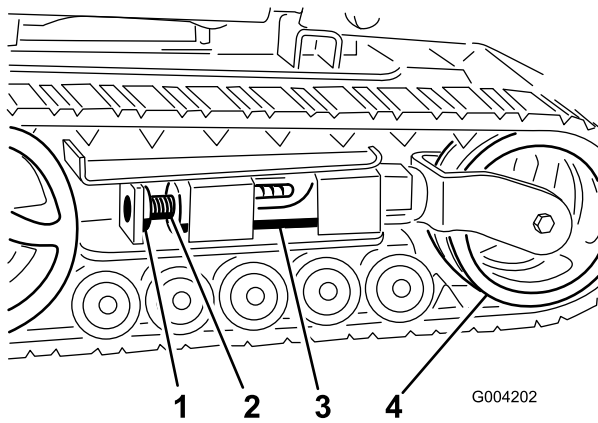
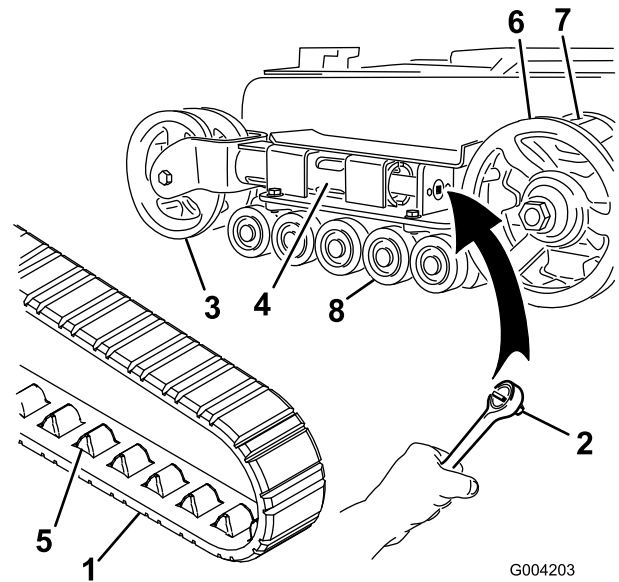
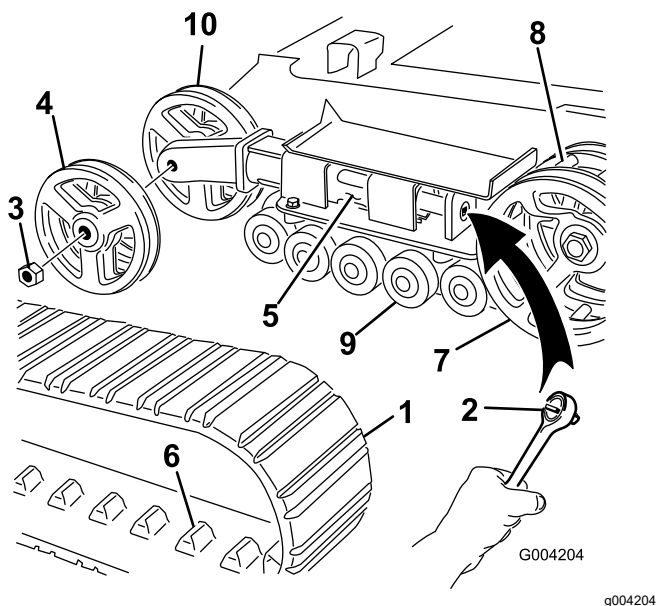

Figura 52
Figura 53
Figura 54
4. Retire el perno de bloqueo y la tuerca (Figura 52).
- Alinee la muesca más próxima del tornillo tensor con el taladro del perno de bloqueo, y fije el tornillo con el perno de bloqueo y la tuerca (Figura 52).
Nota: Usted tiene orugas estrechas si las ruedas tensoras delanteras están montadas dentro de una horquilla en el extremo del tubo tensor (Figura 53).
- Retire el perno de bloqueo y la tuerca (Figura 52).
- Usando una llave de carraca de $\frac{1}{2}$ ", alivie la tensión en la oruga girando el tornillo tensor en sentido horario (Figura 52 y Figura 53).
- Empuje la rueda tensora hacia la parte de atrás de la unidad de tracción para mover el tubo tensor contra el bastidor (Figura 53).
- Cuando haya retirado la oruga de la rueda tensora, retírela de la rueda motriz y de las ruedas de rodaje (Figura 53).
- Comenzando en el piñón de transmisión, enrosque la nueva oruga alrededor del piñón, y asegúrese de que los dientes de la oruga queden entre los dientes del piñón (Figura 53).
- Empuje la oruga por debajo de y entre las ruedas de rodaje (Figura 53).
Nota: Usted tiene orugas anchas si las ruedas tensoras delanteras están montadas en los laterales del extremo del tubo tensor (Figura 54).
- Usando una llave de carraca de ½", alivie la tensión en la oruga girando el tornillo tensor en sentido horario (Figura 52 y Figura 54).
- Empuje la rueda tensora hacia la parte de atrás de la unidad de tracción para mover el tubo tensor contra el bastidor (Figura 54).
- Retire la tuerca que fija la rueda tensora exterior y retire la rueda (Figura 54).
- Retire la oruga (Figura 54).
- Retire la tuerca que fija la rueda tensora interior y retire la rueda (Figura 54).
- Instale la rueda tensora interior y fíjela con la tuerca que retiró anteriormente (Figura 54).
- Instale la oruga nueva, asegurándose de que los salientes de la oruga encajen entre los dientes del centro la rueda motriz (Figura 54).
- Instale la rueda tensora exterior y fíjela con la tuerca que retiró anteriormente (Figura 54).
6. Coloque el tapón engrasado sobre la cabeza del perno (Figura 53).
7. Sujete el tapón de la rueda de rodaje con la anilla a presión (Figura 53).